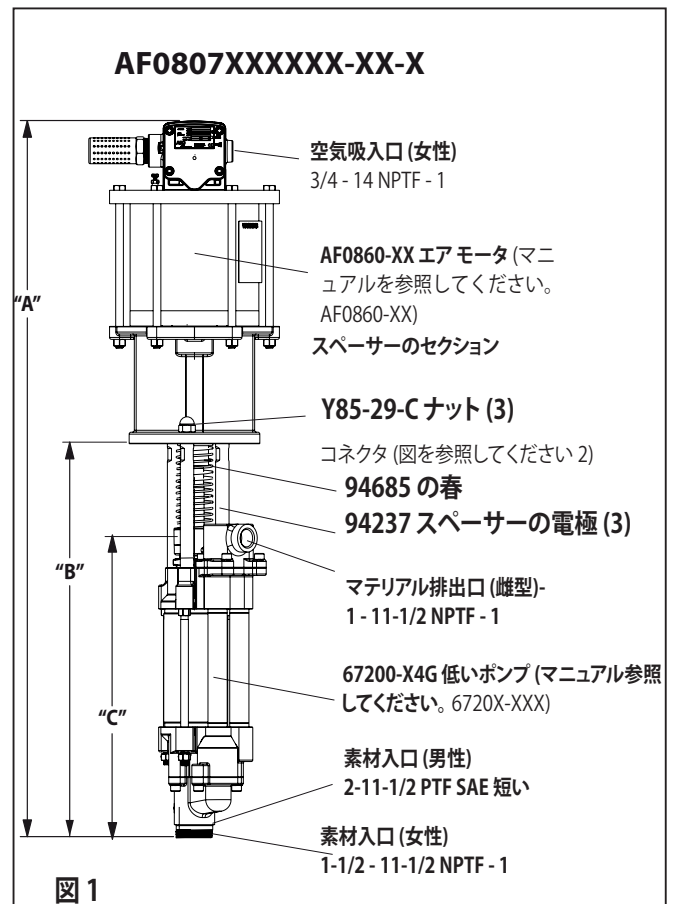

図 1
- 3 つの (Y85-29 C) ナット 3 スペーサー棒から削除します。(図 1 を参照)。